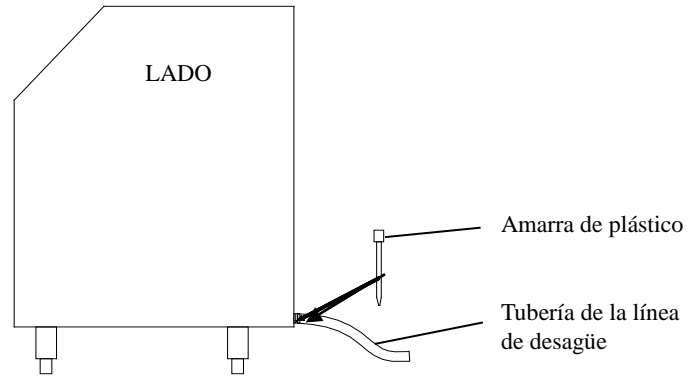

Fig.4
2. Usar la abrazadera de manguera o las amarras plásticas incluidas para asegurar la tubería de la línea de desagüe y proveer un sellado hermético (Fig.4).